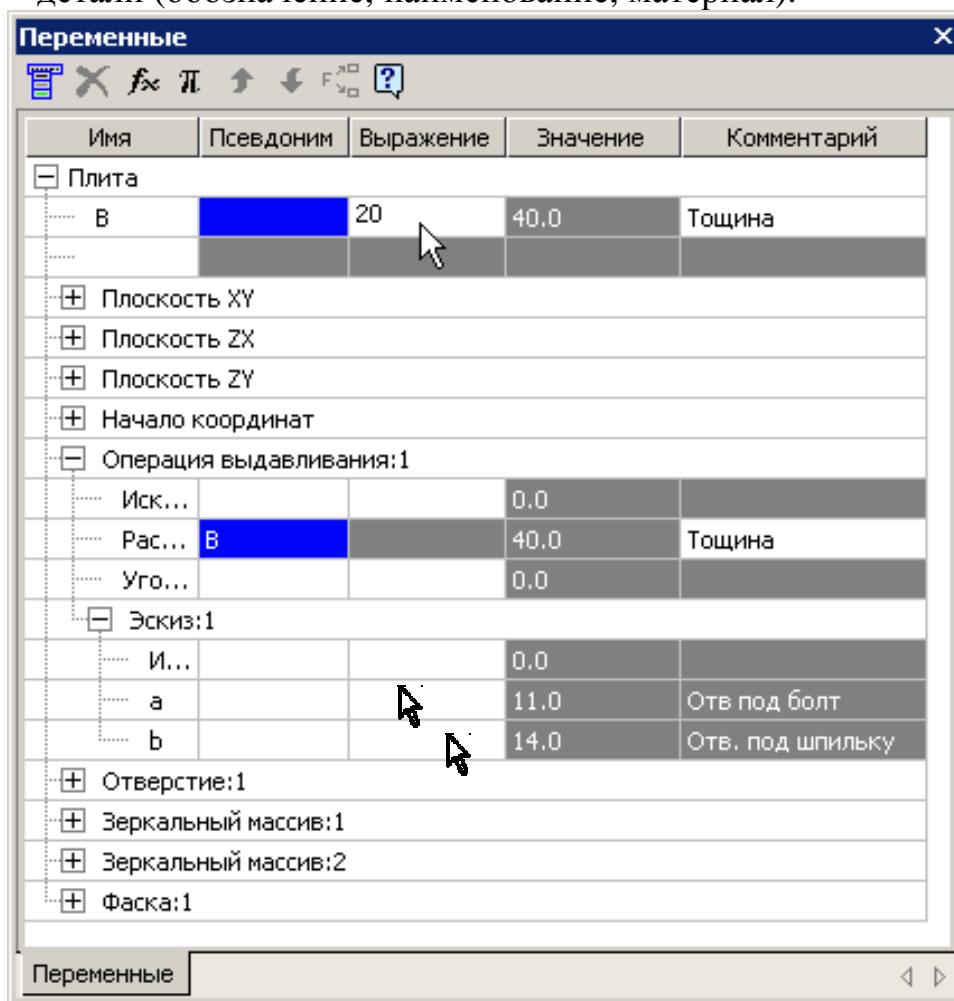

Рис. 76
- Для изменения параметров детали «Плита» введите необходимые значения в графу «Выражение» для переменных  $B$ ,  $a$  и  $b$ , рис. 76. Если переменные  $a$  и  $b$  введены в эскизе, то переменная  $B$  определяет параметр операции. Закройте окно **Переменные**. Проверьте параметры отверстий под винт с учетом материала пластины и диаметра винта. Если необходимо их изменить, отредактируйте операцию **Отверстие 1**. Отредактируйте свойства детали (обозначение, наименование, материал).